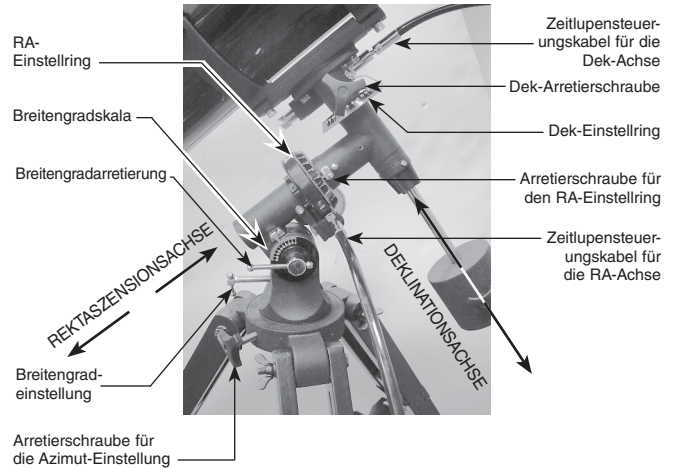

Abbildung 2. Die parallaktische Montierung des SpaceProbe 130 ST-Teleskops.
6. Richten Sie die parallaktische Montierung wie in **Abbildung 2** gezeigt etwa auf den 40. Breitengrad aus. Der Zeiger neben der Breitengradskala (direkt oberhalb der Breitengradarretierung) muss auf die Markierung an der „40“ zeigen. Lockern Sie dazu zunächst die Breitengradarretierung, und drehen Sie die Schraube für die Breitengradeinstellung so lange, bis der Zeiger auf „40“ steht. Ziehen Sie die Breitengradarretierung dann wieder fest. Die Achsen für Deklination (Dek) und Rektaszension (RA) müssen möglicherweise ebenfalls neu ausgerichtet (gedreht) werden. Achten Sie darauf, zunächst die RA- und die Dek-Arretierschraube zu lockern. Sobald die parallaktische Montierung korrekt ausgerichtet ist, ziehen Sie die Arretierschrauben für die RA- und die Dek-Achse wieder fest.
Während Ihrer Beobachtungen des Nachthimmels haben Sie sicherlich schon bemerkt, dass sich die Sterne im Laufe der Zeit langsam von Osten nach Westen zu bewegen scheinen. Diese scheinbare Bewegung wird durch die Erdrotation verursacht (von Westen nach Osten). Eine parallaktische Montierung (**Abbildung 2**) ist so konstruiert, dass sie diese Bewegung ausgleichen kann. Dadurch können Sie die Bewegung astronomischer Objekte problemlos „verfolgen“, ohne dass diese während der Beobachtungen aus dem Sichtfeld Ihres Teleskops wandern.